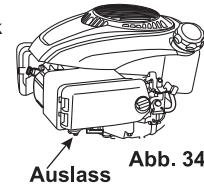

Abb. 34
- Lassen Sie jegliches Benzin aus dem Kraftstofftank und dem Vergaser ab. (Siehe Abb. 34)